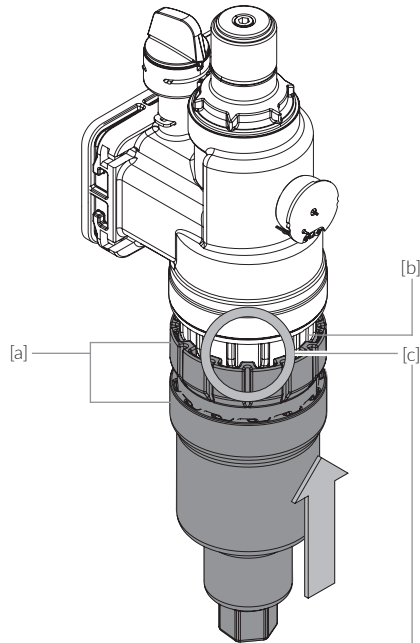
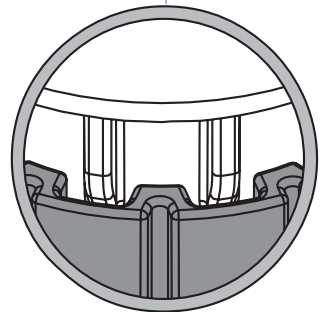

Abb. 9.14
Abb. 9.15
- / Abb. 9.14 / Abb. 9.15: CONEL Wartungsnuss Filtertasche DN20-32 [a] so über die Filtertasche [b] stülpen, dass die Rippenkonturen beider Elemente ineinander greifen [c]